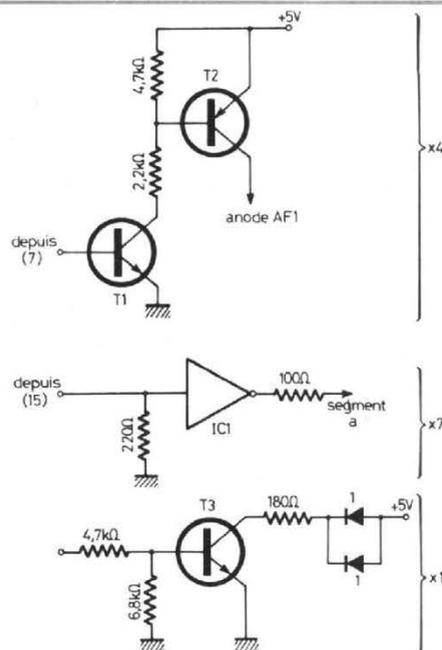

Fig. 32. - Interface pour afficheurs à anode commune.
- les afficheurs à cathode commune étant plus difficiles à trouver que ceux à anode commune ; nous avons réalisé un petit circuit imprimé d'interface qui s'ajoute derrière le circuit imprimé des afficheurs et qui comporte les composants visibles sur la figure 32. Le fonctionnement se passe de commentaire ; remarquons seulement que la commande des segments se fait par des inverseurs de puissance à collecteur ouvert (circuits TTL standards 7416)